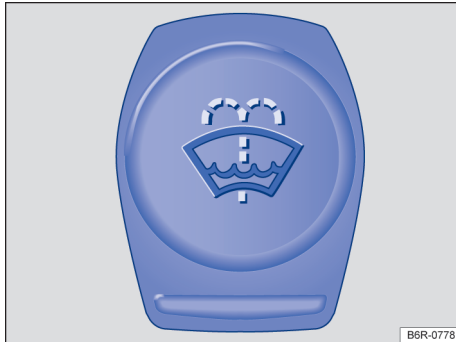

Fig. 185 No compartimento do motor: tampa do reservatório de água dos lavadores do para-brisa.
- O reservatório de água dos lavadores do para-brisa pode ser reconhecido pelo símbolo ☞ na tampa → Fig. 185.